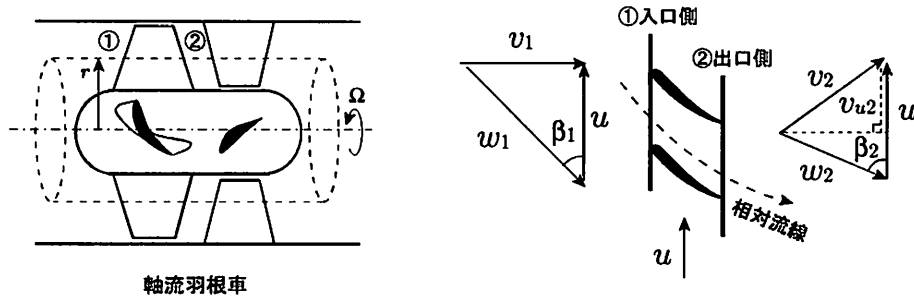

図 4: 軸流羽根車
図 4 に示すような、軸流羽根車が  $n = 1200$  [rpm] で回転している。羽根車平均半径  $r = 300$  [mm] の位置で空気（密度  $\rho = 1.2$  [kg/m3]）は軸方向に  $v_1 = 33$  [m/s] の絶対速度で流入し、動翼による相対速度の転向角は  $\delta = 18^\circ$  である。この軸流羽根車の理論揚程（オイラーヘッド）を求めよ。
題意より、羽根車入口①において、流入する流れは（旋回がなく）軸方向なので、入口での速度三角形は直角三角形となり（図 4 参照）、その大きさは、 $v_1 = 33$  [m/s] である。羽